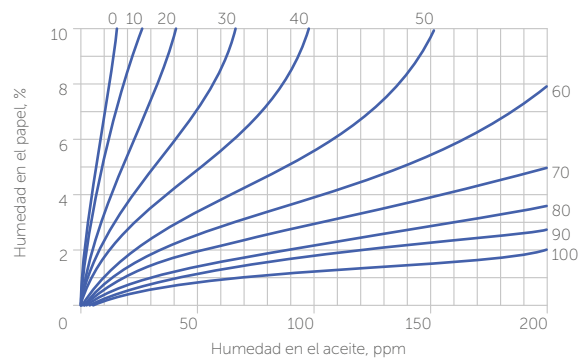

Figura 4. Curvas de equilibrio de la humedad\* (Oomen)
3. Cuando se conocen las PPM y la temperatura del aceite, existen algunas curvas (véanse las curvas de Oomen en la figura 4) que relacionan las PPM de agua en el aceite y el contenido de agua en el papel. Pero estas curvas sólo son realmente válidas en equilibrio, que en general nunca se alcanza en un transformador en funcionamiento.